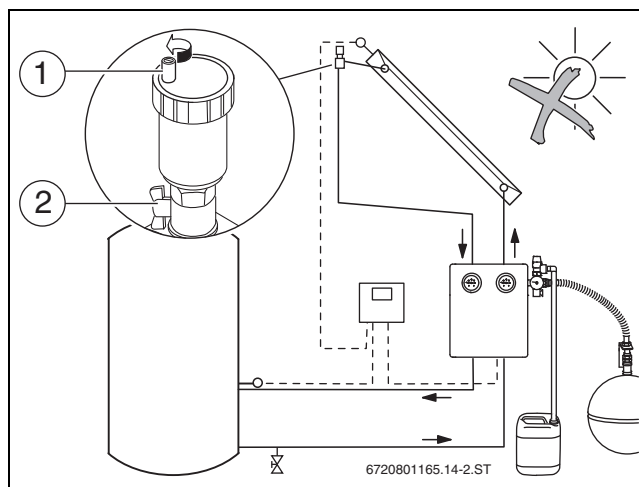

Рис. 36 Откройте воздушный клапан
- Закройте правый шаровой кран [2] на насосной станции и шаровой кран на воздухоотделителе (→ рис. 36, [2]).